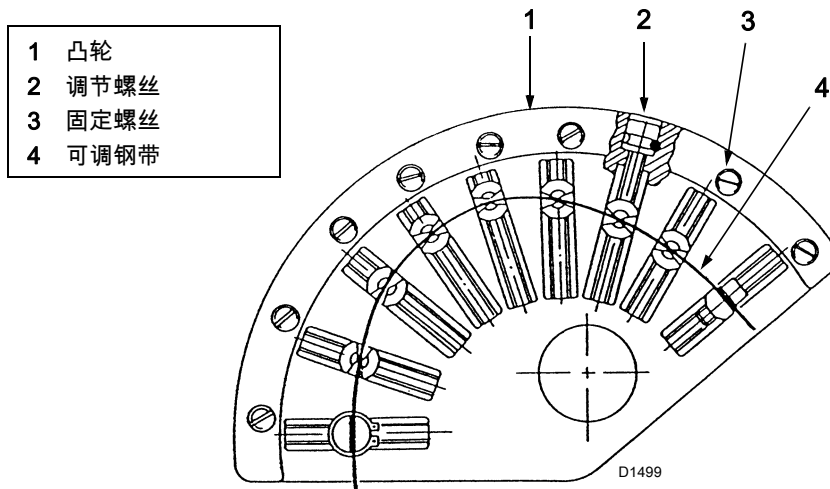

图 26
在设定燃气燃烧器空气 / 燃料比例时，必须使用空气以及燃气可调钢带，图 26。
逐渐增大燃烧器的出力，同时检查不要超过最大燃气量。将伺服马达设置为 130° 且首次将空气凸轮调至最大位置。此时，将燃气蝶阀全开 (90°)，同时调节减压阀至所需的燃气最大量，或调节燃气凸轮钢带和 / 或燃气管路调压阀上的螺丝 (2) 图 26。
通过调节螺丝 (2) 图 26，调整空气凸轮的钢带。请勿仅调节一个螺栓，需要调节与该螺栓相邻的螺栓，以达到凸轮曲线的平滑形态。